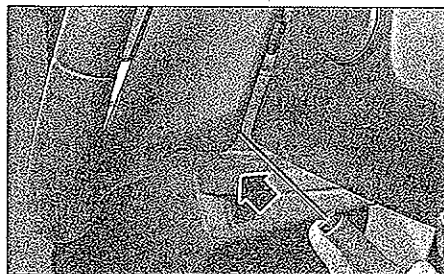

FIG. 2
- Insertar un destornillador en el lugar indicado (fig. 2).